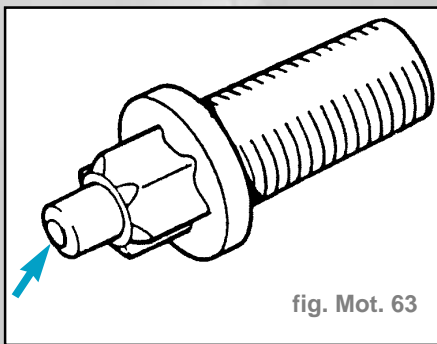

fig. Mot. 63
- Veiller à ne pas boucher ce graisseur (fig. Mot. 63).